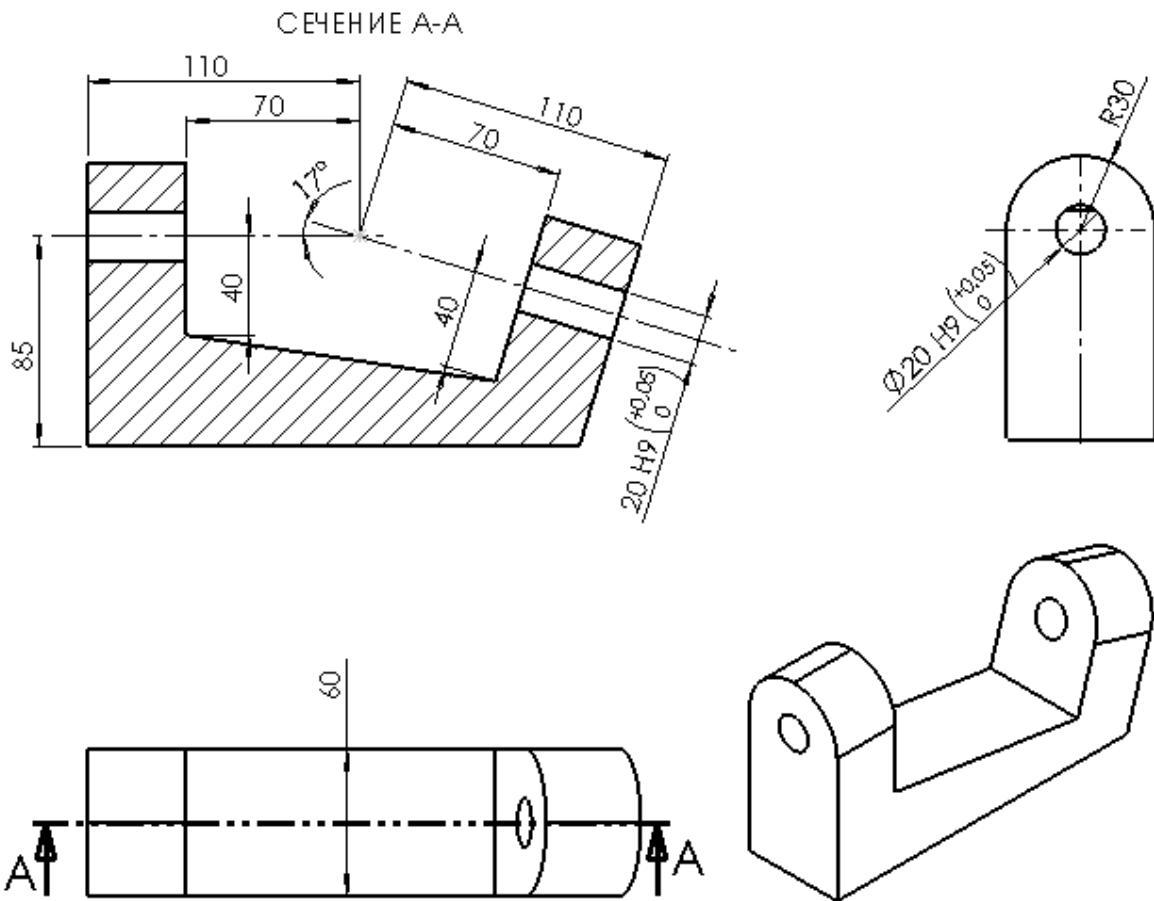

Рис. 6. Фрагмент чертежа детали «Основание»
6. Построить 3D модель детали «Основание» в соответствии с рис. 6, сохранить под этим именем в папке «**Итоговое занятие**».